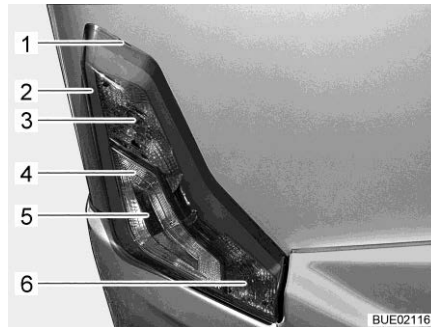

Fig. 293 Éclairage arrière
- Introduire un outil plat dans l'encoche (Fig. 293,1) et soulever le boîtier avec précaution.